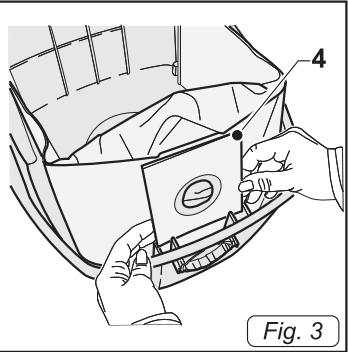

Fig. 3
- Controllare che all'interno dell'apparecchio sia montato il sacchetto in carta (4 Fig.3).
- Se il sacchetto in carta (4 Fig.3) non è presente, montarlo inserendo la parte quadrata rigida in cartone nella sede ricavata sul fusto.
- Togliere il sacchetto in carta raccogli polvere (4 Fig.3) e sostituirlo come indicato in precedenza.